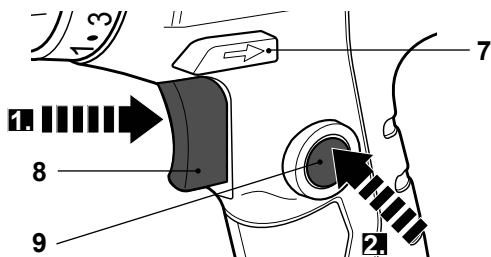

Fig. 10
1. Schalten Sie das Produkt durch Drücken des Ein- / Ausschalters (8) ein und halten Sie es in Position (Abb. 10, Schritt 1).
2. Drücken Sie die Verriegelungstaste (9) und halten Sie sie in Position, um den Ein / Aus-Schalter (8) zu verriegeln (Abb. 10, Schritt 2).
3. Lassen Sie die Verriegelungstaste (9) und den Ein / Aus-Schalter (8) los. Der Ein / Aus-Schalter ist jetzt für den Dauereinsatz gesperrt.
4. Drücken Sie den Ein- / Ausschalter (8) und lassen Sie ihn los, um das Produkt auszuschalten.